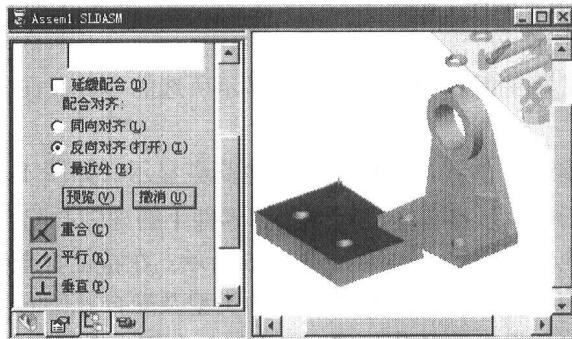

图 1-9 配合零件操作及配合窗口
- (2) 单击配合工具栏的 配合按钮，或选择【插入】|【配合】，在特征管理器的位置出现配合对话框，如图 1-9 所示。
(3) 选择零件 1 的底面，所选的零件 1 和零件 2 都被列在所选项目方框中。可以看到重合按钮 已经处于按下的选择状态，这是系统默认的状态，还有两个按钮可以按下，分别是平行按钮 和垂直按钮 ，两个平面的配合关系只能有这三种状态之一。
(4) 选择需要的配合条件即重合按钮，单击“预览”按钮。如果零件 1 和零件 2 的重合配合看起来不正确，单击“撤销”，根据需要更改选项，然后再单击“预览”，直到配合正确，单击确认应用按钮 。
(5) 关闭装配配合对话框时，零部件会移动到指定的位置，且配合关系会被添加到配合组中。如图 1-9 所示，两个平面重合到一起，因为此配合欠定义，所以看起来效果没达到。
- **重合配合**：会将所选择的面、边线及基准面（它们之间相互组合或与单一顶点组合）重合在一条无限长的直线上，或将两个点重合。定位两个顶点使它们彼此接触。如图 1-9 中的面配合。